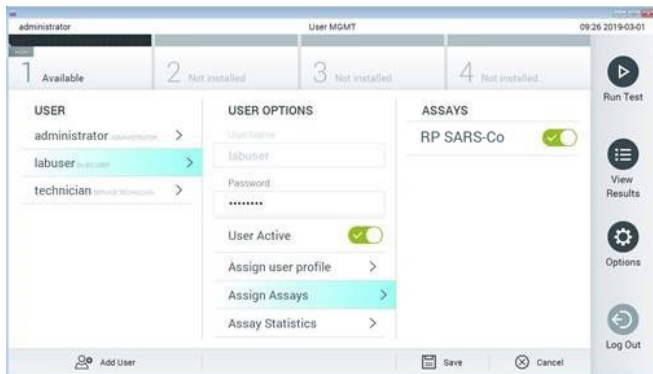

Figura 91. Assegnazione dell'esame attivo.
8. Assegnare l'esame attivo all'utente premendo il pulsante Options (Opzioni) e quindi il pulsante User Management (Gestione utenti). Seleziona l'utente a cui dovrebbe essere consentito eseguire l'esame. Quindi, selezionare Assign Assays (Assegna esami) da "User Options" (Opzioni utente). Abilitare l'esame e premere il pulsante Save (Salva) (Figura 91).